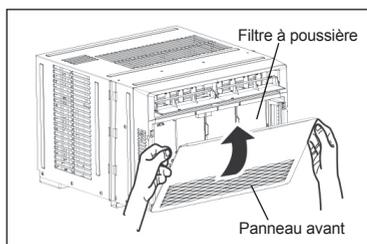

FIGURE 22
3. Une fois que le filtre est complètement sec, réinstallez-le à l'intérieur de l'appareil, puis fermez solidement le panneau avant, comme illustré à la *Figure 22*.